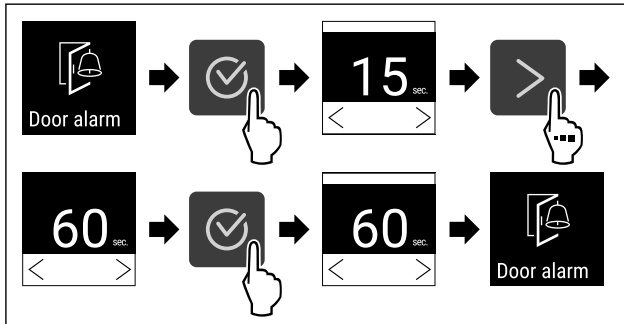

Fig. 104
- Suorita toimenpidevaiheet (katso Fig. 104).